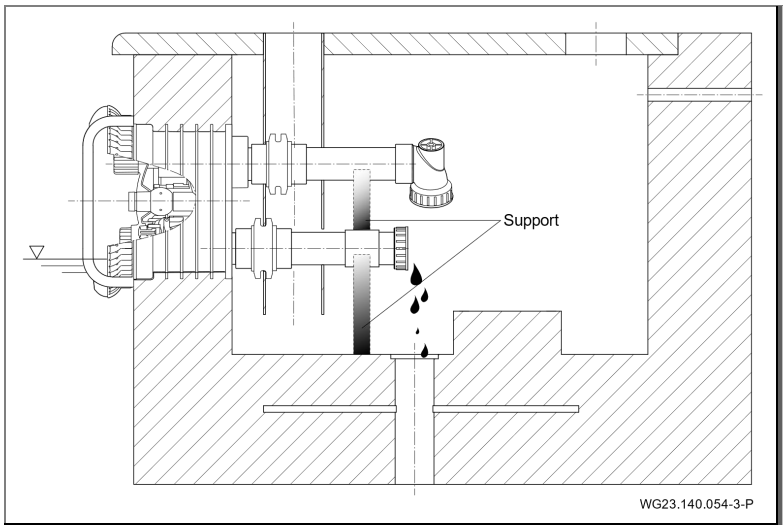

Fig. 29
3. Soulager les tuyauteries d'aspiration et de refoulement par des supports. Voir "Fig. 29".